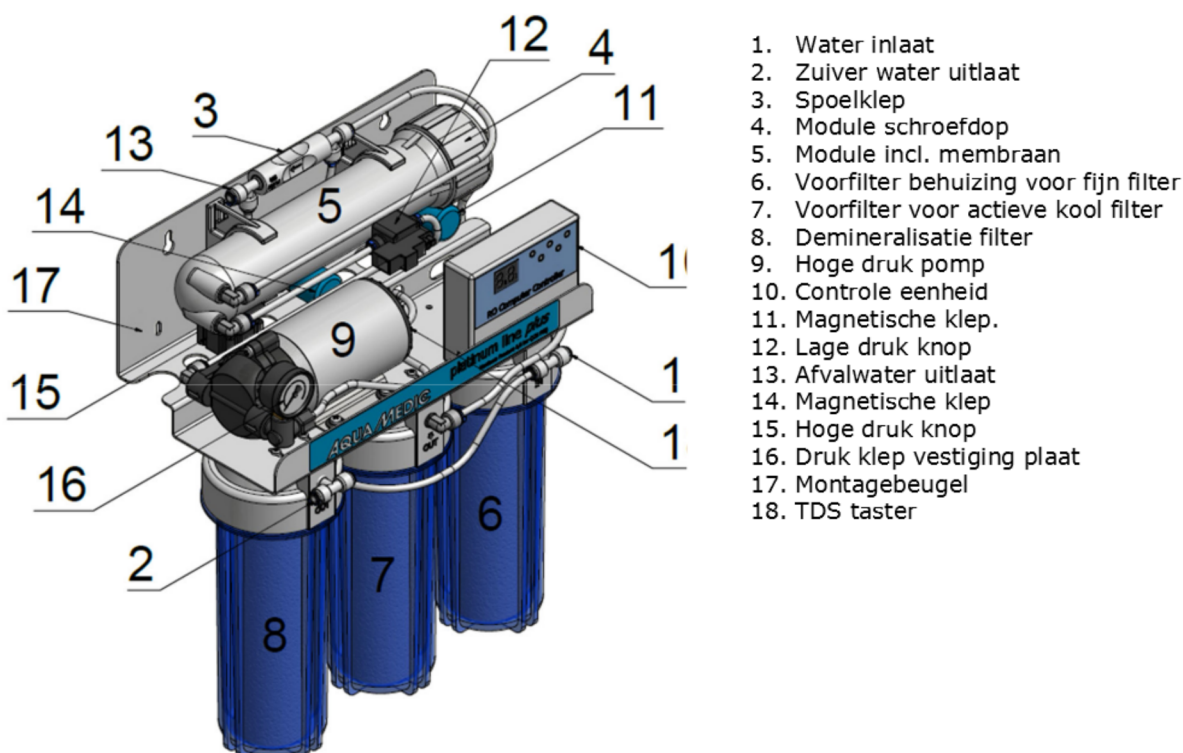

Fig. 4: platinum line plus
- Omgekeerde osmose module PTFC 200 voor 400 l/dag met een eerste klas synthetische membraan (Polyamide/Polysulfon, TFC) met een dagelijkse opbrengst van 400 liter bij een druk van 6-7 bar (Fig. 4, No. 5)
De verbindingen van de unit zijn (zie afb. 4):
- **Er komt geen afvalwater of osmose water uit de unit:** Dit kan veroorzaakt worden door een storing in de eerste magnetische klep (Fig. 4, no. 11) storing in de druksensor (Fig. 4, no. 12 of 15) of een geblokkeerde membraan. Neem contact op met uw dealer om de unit op te sturen voor reparatie.
- **Afvalwaterstroom is te hoog:** De zuiver water/afvalwater verhouding is groter dan 1:3. Vervang de spoelklep of controleer de membraan spanning. De verhouding zuiver water/ afval water is afhankelijk van de water temperatuur, de water samenstelling, de spoelklep en de druk. Controleer of de magnetische klep onder de spoelklep goed sluit (Fig. 4, no. 14). Indien dit niet het geval is, neem dan contact op met uw dealer om de unit voor reparatie op te sturen.
- **Gezuiverd water stroming is te laag:** Controleer of de afvalwaterstroom ook laag en vervang anders het prefilter of de membraan. Controleer of de magneet klep onder de spoelklep sluit (Fig 4, no. 14) na het spoelproces als u het systeem aan zet. Zo niet, Neem dan contact op met uw dealer om de unit voor reparatie op te sturen.
- **Leidingwater druk is te laag:** Controleer de hoge druk pomp en vervang deze indien nodig. Als de lage druk knop kapot is zal het systeem ook niet starten. Vervang de lage druk knop (Fig. 4, no. 12).
- **Er komt geen zuiver of afvalwater uit:** Controleer of de magneetklep (afb. 4, nr. 11) opengaat. Zo niet, Neem contact op met uw dealer om de unit op te sturen voor reparatie.